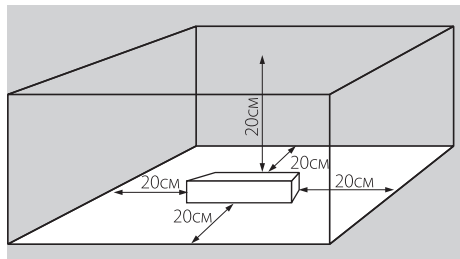

Рис. 1
- 4.2. Для естественной вентиляции обеспечьте свободное пространство вокруг источника питания не менее 20см, как изображено на Рис.1. При невозможности обеспечить свободное пространство используйте принудительную вентиляцию.